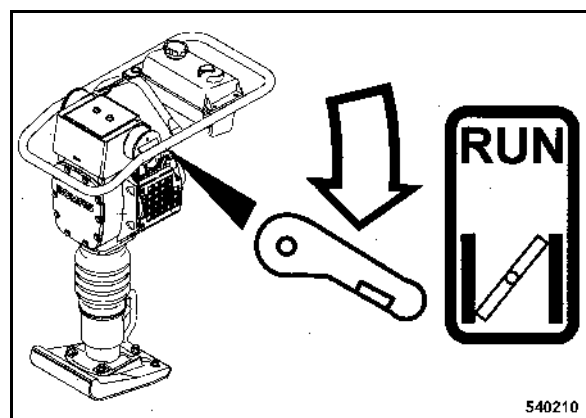

fig. 13
- Fermer le volet de démarrage (fig. 13).